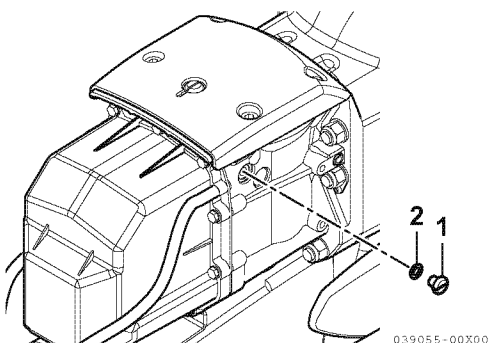

Figure 12
7. Retirez le bouchon d'aération (1, **Figure 12**) et le joint (2, **Figure 12**). Laissez l'huile se vidanger complètement.